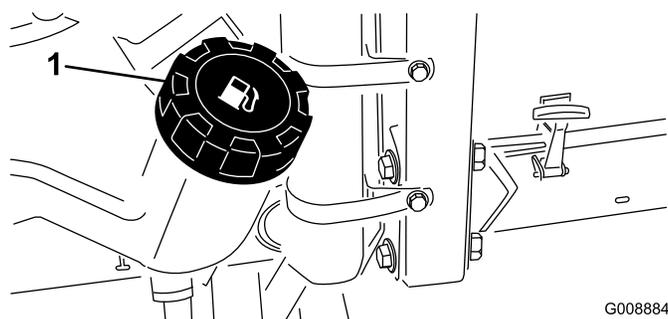

図 19
1. 燃料タンクのキャップ（図 19）の周囲をきれいに拭く。